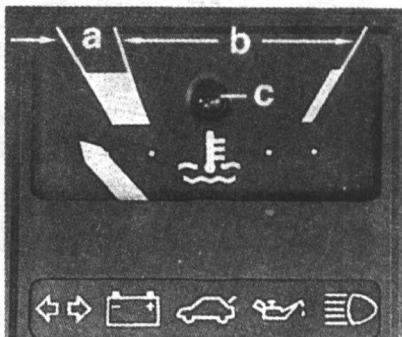

图 1-4 冷却液指针位置
2) 关键: 对于冷却系统而言温度正常与否是关键。所以请大家记住我们车型的发动机工作温度在 93~105℃为正常, 见图 1-4。